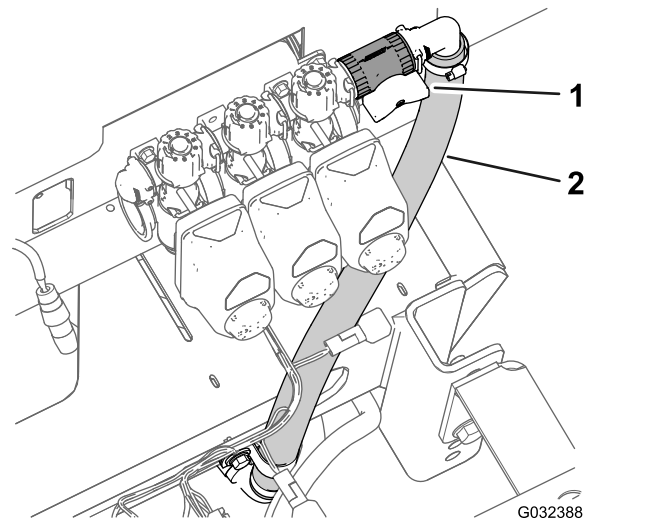
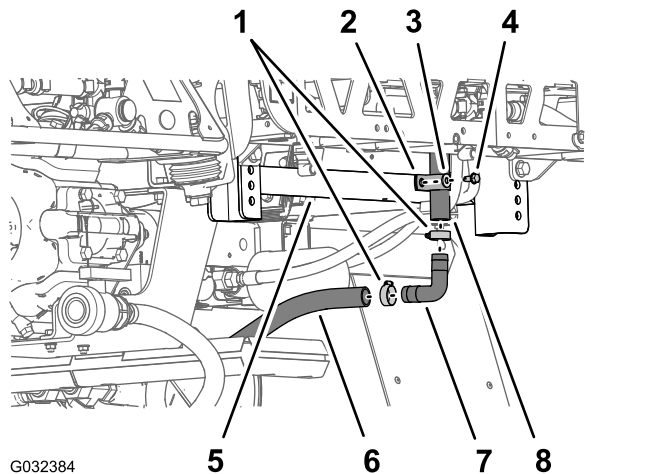

図 50
図 51
ワッシャ5/16 インチ、Rクランプを取り外す 図 50 と 図 51。
2. 上側バイパスホースと下側バイパスホースをバーブ付き 90° フィッティングに固定しているホースクランプ2個を外す 図 51。
3. バーブ付き 90° フィッティングをホースから外す 図 51。
- ドレンバルブのホースとタンク後部ドレンホースから、T字フィッティングを外す 図 51。